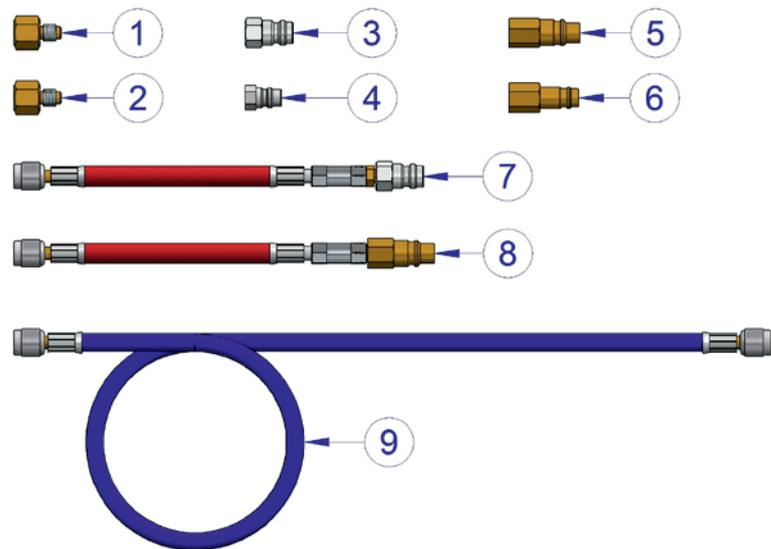
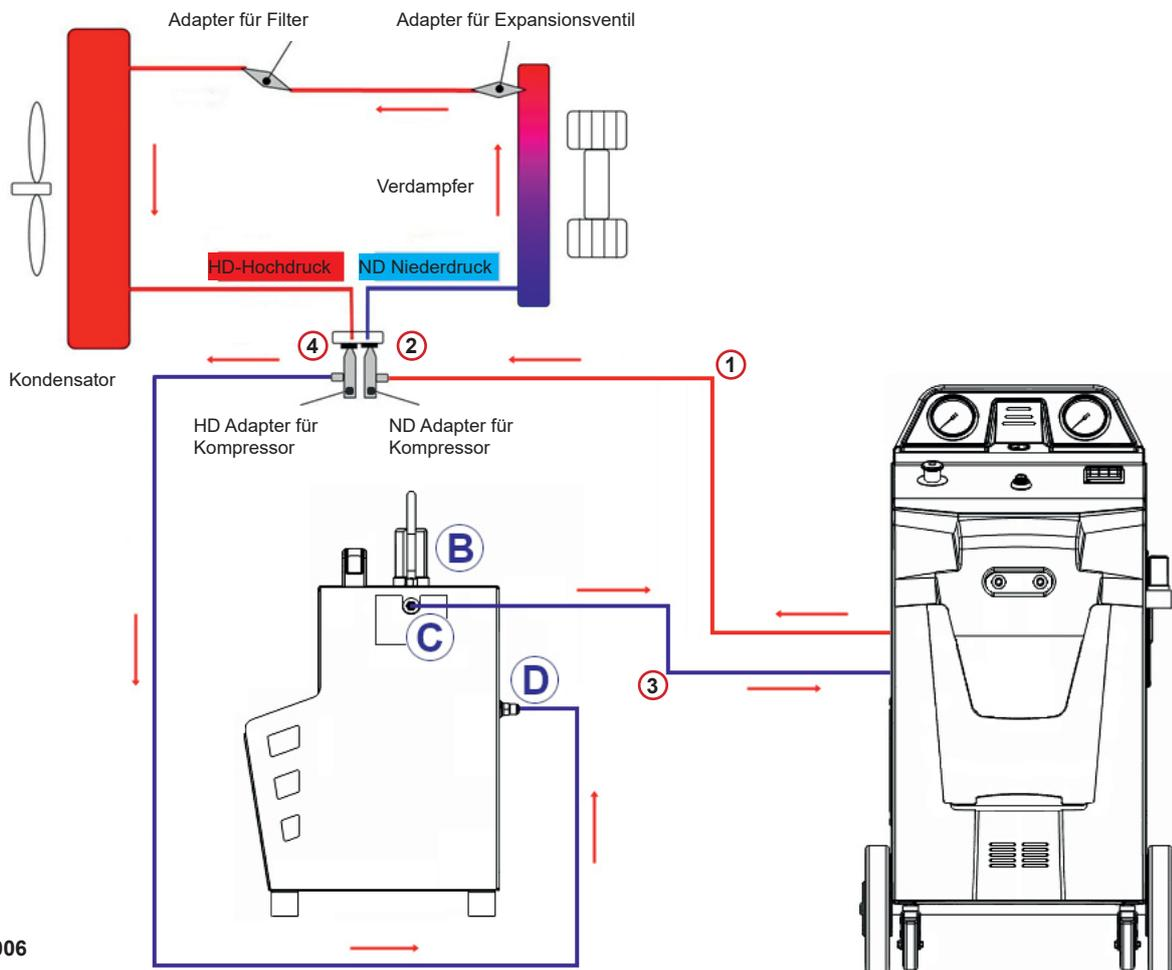
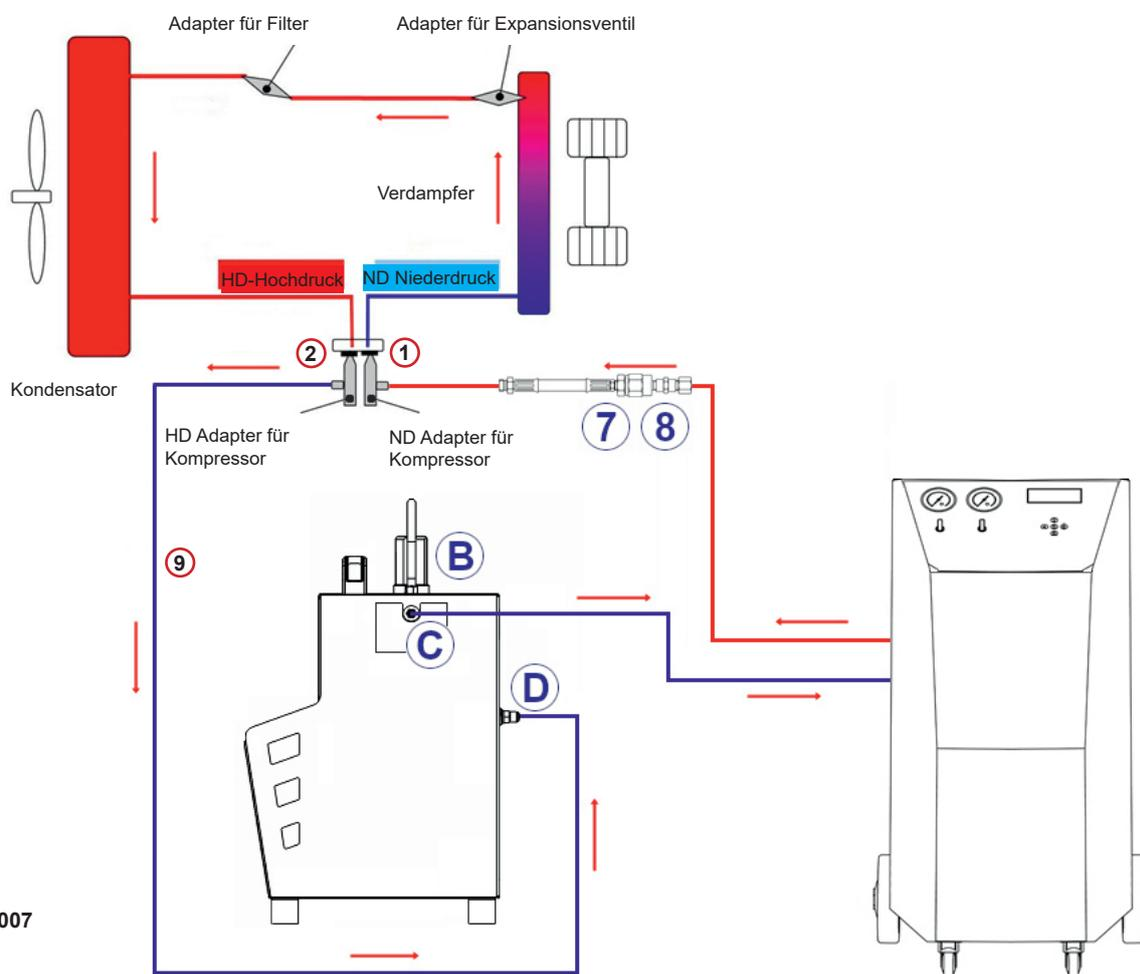

ABB. 002
ABB. 006
ABB. 007
1. Den roten Serviceschlauch (Hochdruck) ① des Klimaservicegerätes an den herstellerspezifischen Adapter der Niederdruckseite blau ② des Kompressors der Klimaanlage *Abb. 006* anschließen.
2. Den blauen Serviceschlauch (Niederdruck) ③ des Klimaservicegerätes an den Filteranschluss ③ *Abb. 006* des Spülkits anschließen.
3. Den blauen Schlauch aus dem Lieferumfang Spülkit ①⑥ *Abb. 002* an den Anschluss (Eingang) ④ *Abb. 006* des Spülkits anschließen.
4. Die andere Seite des blauen Schlauchs vom Spülkit ①⑥ mit dem herstellerspezifischen Adapter der Hochdruckseite rot des Kompressors der Klimaanlage ④ verbinden.
8. Am Ende des Spülvorganges können Sie mögliche Öl- oder feste Partikelrückstände aus dem Inspector-Schauglas entfernen und entsorgen. ⑤ *Abb. 006*.
1. Den Adapter **7** oder **8** aus dem Lieferumfang des Spülkits Abb.002 am roten Serviceschlauch (Hochdruck) anschrauben.
2. Den so vorbereiteten **roten Serviceschlauch (Hochdruck)** des Klimaservicegerätes an den herstellereinspezifischen Adapter des Kompressoranschlusses der Klimaanlage, **Niederdruckseite 1** anschließen Siehe Abb.007.
3. Den blauen Serviceschlauch (Niederdruck) am Ausgang **C** Abb. 007 des Spülkits verbinden.
4. Den blauen Schlauch **9** aus dem Lieferumfang des Spülkit Abb.002 mit dem Anschluss **D** Abb.007 des Spülkits verbinden
9. Am Ende des Spülvorganges können Sie mögliche Öl- oder feste Partikelrückstände aus dem Inspector-Schauglas entfernen und entsorgen. **B** Abb. 007.